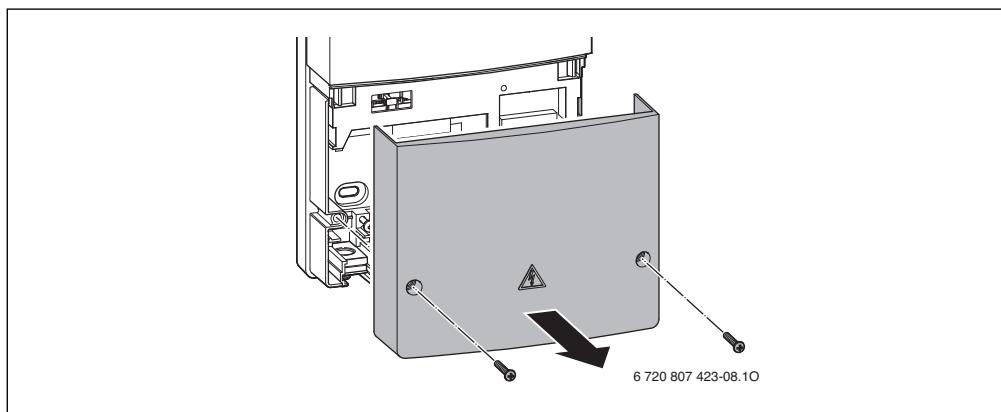
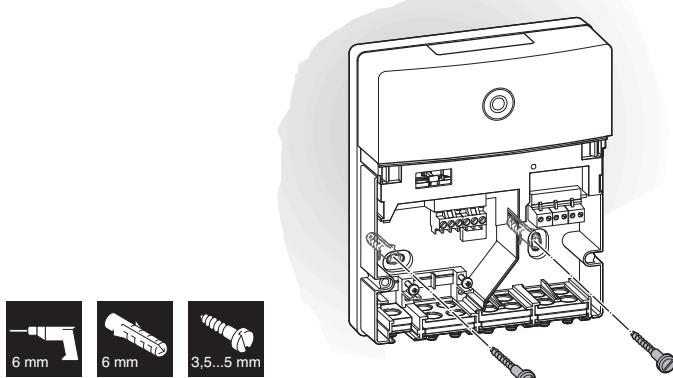
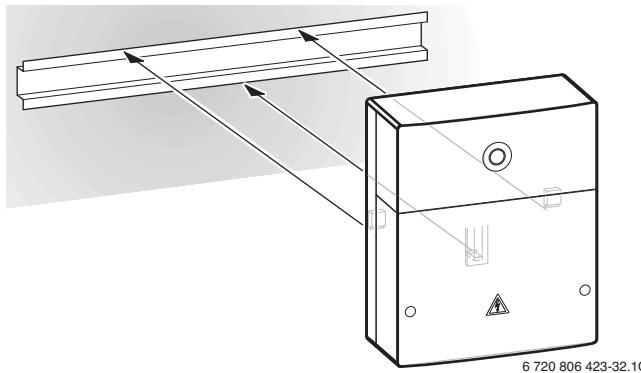

Fig. 3
Fig. 6
Fig. 7
- Preparare il modulo, se questo può essere installato nel generatore di calore senza guida di montaggio (→ fig. 3 e 4, pag. 17).
- Se il modulo può essere installato nel generatore di calore con la guida, osservare la fig. 7 e 9, pag. 19.
- Installare il modulo a parete (→ da fig. 3 a fig. 6, da pag. 17), su una guida di montaggio (→ fig. 7, pag. 19) in un gruppo di montaggio o nel generatore di calore.